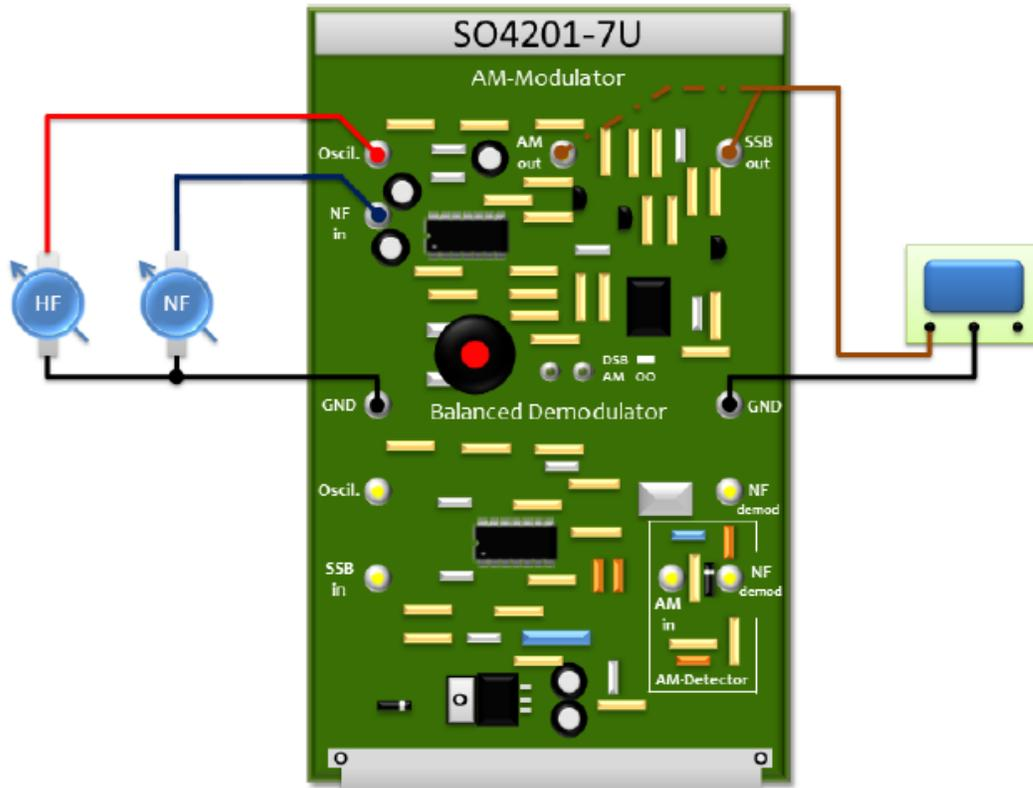

Figura 7: Esquema de conexiones modulación SSB, primer método.
- Conecte el canal 4 del osciloscopio entre las clavijas **SSBout** y **GND**, como indica la Figura 7.